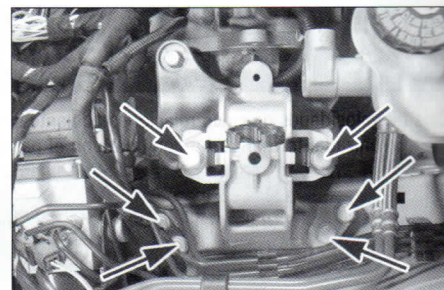

FIG. 6
- el soporte de la caja (**fig. 6**).